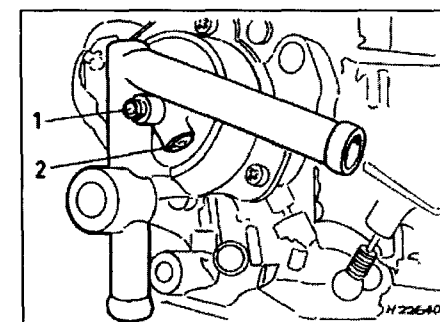

Рис. 3.29. Крышка корпуса биметаллической пружины - некоторые двигатели VW
- 29 На некоторые модели двигателей VW устанавливается корпус биметаллической пружины с шестигранной головкой и контргайкой (рис. 3.29). Не трогайте гайку ни при каких обстоятельствах, поскольку она регулируется на заводе. Неправильная регулировка может привести к замене крышки.